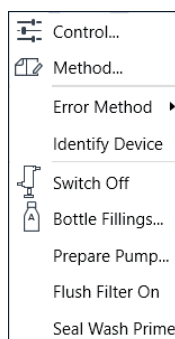

図7 コンテキストメニュー
- シールウォッシュ溶媒を交換し、コンテキストメニューからシールウォッシュのプライミングを開始してください (12ページ 図7 を参照)。